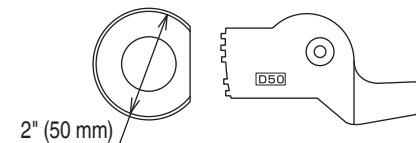

Fig. 58
5. Ensemble de rouleau central (D 50)(Fig. 58)(No. de code 321446)